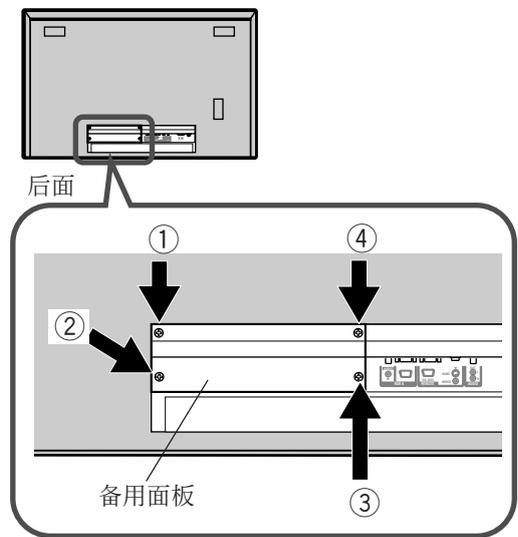

图 1
- 2) 按图（图 1）所示拧下 4 个螺丝（① 至 ④）便可卸下等离子显示监视器的备用面板。